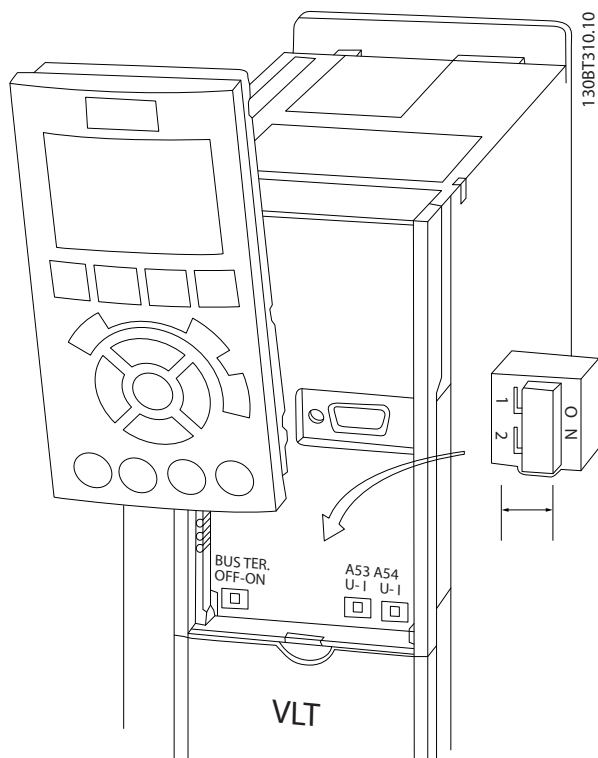

Рисунок 2.14 Расположение переключателей клемм 53 и 54 и переключатель оконечной нагрузки шины
- Доступ к переключателям можно получить, сняв крышку LCP (см. Рисунок 2.14). Обратите внимание, что некоторые дополнительные платы для устройства могут закрывать данные переключатели, и для изменения позиции переключателя их потребуется снять. Всегда отключайте питание устройства перед снятием дополнительных плат.